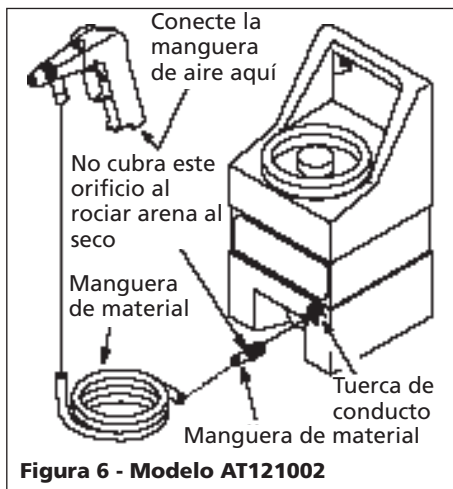

Figura 6 - Modelo AT121002
2. Conecte la manguera de material al conector. Conecte el otro extremo de la manguera de material a la pistola (Vea la Figura 6). Nunca asegure la manguera con abrazaderas.